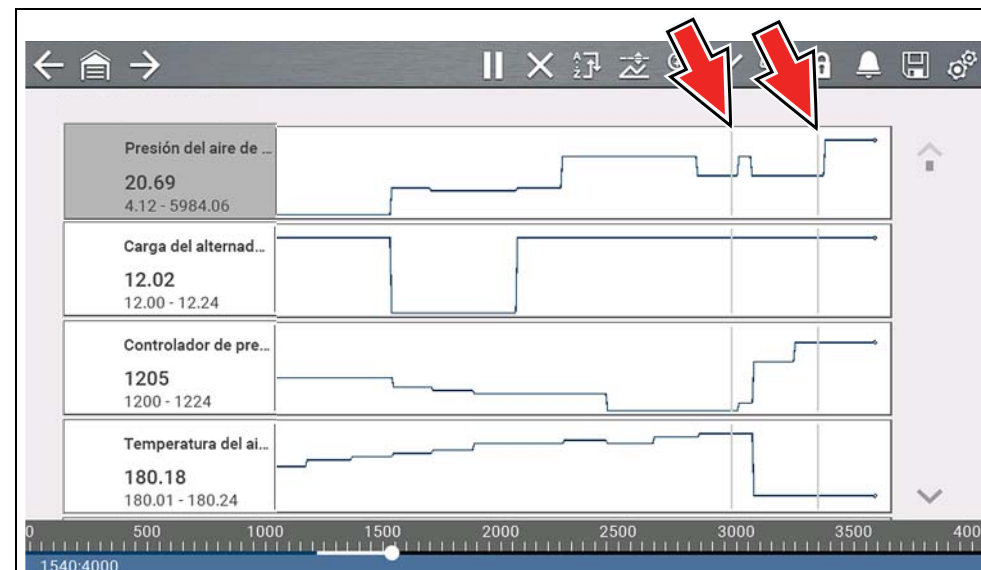

Figura 4-20
- La pantalla vuelve a cambiar para mostrar los datos (Figura 4-20).
- Un cursor vertical gris se muestra en todos los PID para indicar dónde se pausaron los datos (Figura 4-20). Si presiona Pausar más de una vez, los cursores grises se utilizarán para cada instancia.